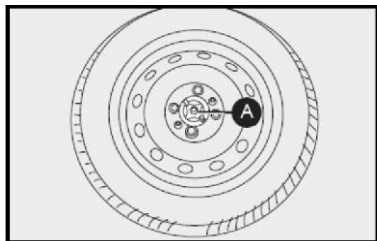

fig. 2
- Afloje el dispositivo de bloqueo **A** fig. 2, saque la rueda de repuesto colocándola junto a la rueda que debe sustituir.